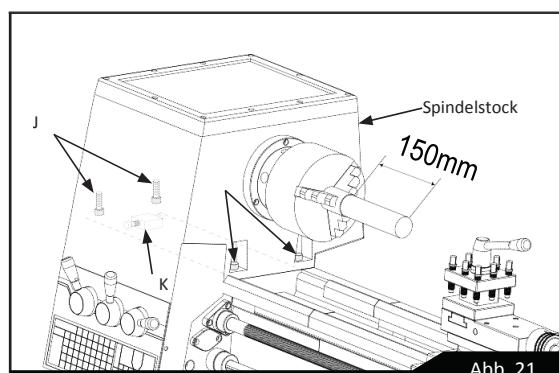

Abb. 21
Sollten die abgelesenen Messwerte voneinander abweichen, zur Korrektur die in Abb. 21 gezeigten vier Spindelstockbefestigungsschrauben (J) lösen und das Einstellelement (K) unter dem Spindelstock entsprechend verstetzen. Anschließend alle Schrauben anziehen. Nach dem Einstellvorgang die Probebearbeitung, die Messwertablesung und das Justieren so lange wiederholen, bis die Mikrometeranzeigewerte identisch sind und damit sichergestellt ist, dass bei der Bearbeitung mit der Maschine absolute Parallelität gegeben ist.